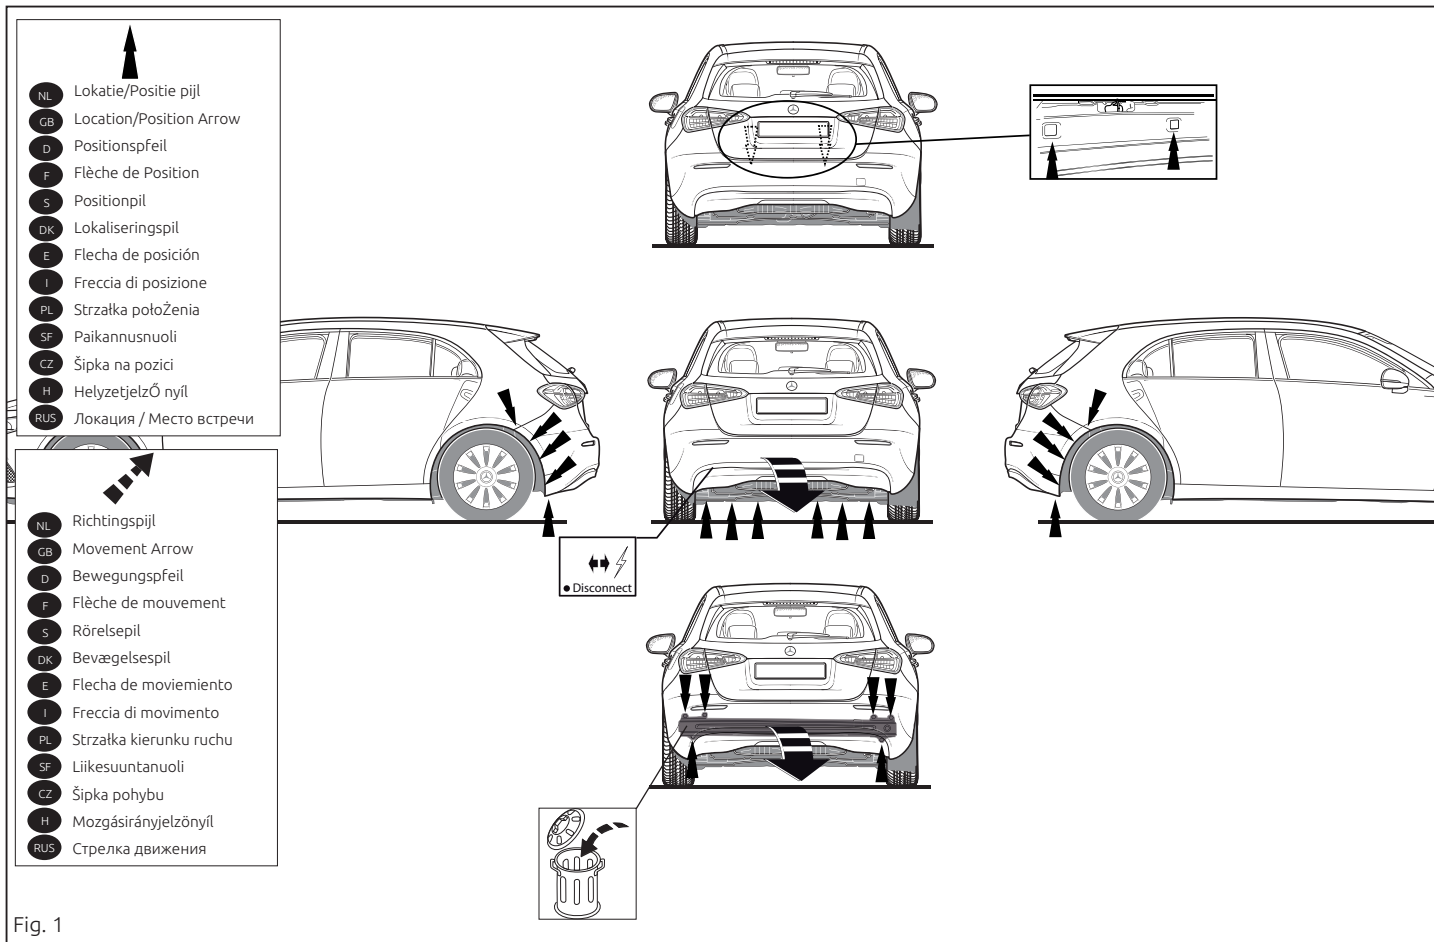

Fig. 1
Буферный брус больше не понадобится. См. рисунок 1.
5. Герметизировать обозначенные части (см. рис. 1)